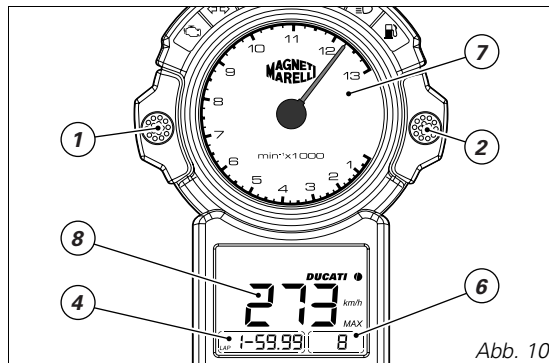
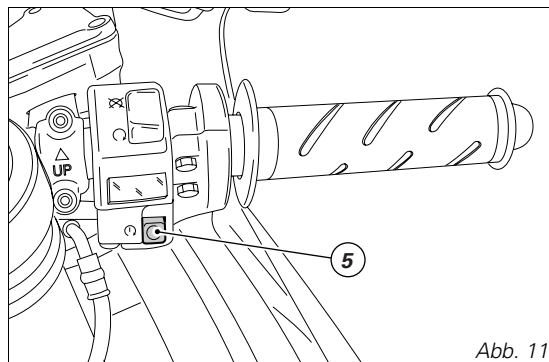

Abb. 10
Abb. 11
Speichern von Rundenzeiten (Abb. 10 und Abb. 11)
Am Display (4, Abb. 10) die Anzeige LAP auswählen.
Während der Fahrt den Startknopf (5, Abb. 11) drücken und so die Messung durch die Stoppuhr starten. Beim nächsten Drücken des Startknopfs (5) hält die Stoppuhr an und startet sofort die Messung der 2. Rundenzeit.
Abrufen der gespeicherten Rundenzeiten (Abb. 10)
Nach erfolgreichem Zeitenstopp der einzelnen Runden können die 19 im Bordcomputer gespeicherten Messungen am Display abgerufen werden. Hierzu den Motor abstellen, die Taste 2 drücken (Abb. 10) und den Zündschlüssel von OFF auf ON drehen, um in den Abrufmodus zu gelangen. Um die Rundenzeiten hintereinander anzuzeigen, die Taste 1 (Abb. 10) drücken. Am Display werden folgende Informationen angezeigt:
- Angabe der Runde (6), auf die sich die Daten beziehen;
- Angabe der maximal in der angewählten Zeitmessung erreichten Motordrehzahl (7, Abb. 10);
- Abgespeicherte Messung der Rundenzeit (4, Abb. 10);
- Abgespeicherter Wert der in der angewählten Zeitmessung erreichten Höchstgeschwindigkeit (8, Abb. 10).
Zum Rückstellen der Zeitmessungen die Taste 2 (Abb. 10) länger als 5 Sekunden drücken.
- 1) Wird der Code erkannt, blinkt die CODE-Kontrollleuchte (12, Abb. 5) am Cockpit kurz auf. Das Schutzsystem hat in diesem Fall den Schlüsselcode erkannt und hebt die Motorsperre auf. Durch Drücken des START-Knopfes (5, Abb. 11) kann der Motor gestartet werden;